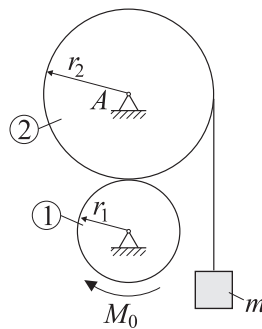

Bild 5.14.
Aufgabe 5.14. Bei einem Aufzug treibt die Rolle (1) die Seiltrommel (2) ohne Schlupf an (Bild 5.14). Wie groß sind die Beschleunigung a des Aufzuges (Gewicht $G = mg$) und die Seilkraft S , wenn der Antrieb durch ein konstantes Moment M_0 erfolgt?